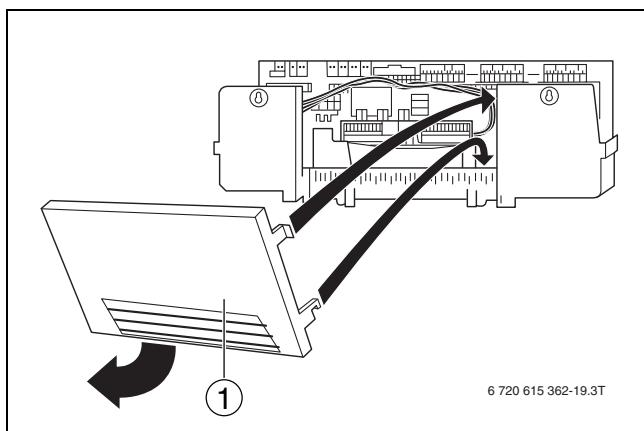

Рис. 24 Подготовка кабельного прохода
- ▶ При необходимости выломайте или вырежьте заглушки в задней стенке [1] ( $\rightarrow$  рис. 24).
- ▶ Установите заднюю стенку на систему управления ( $\rightarrow$  рис. 24).